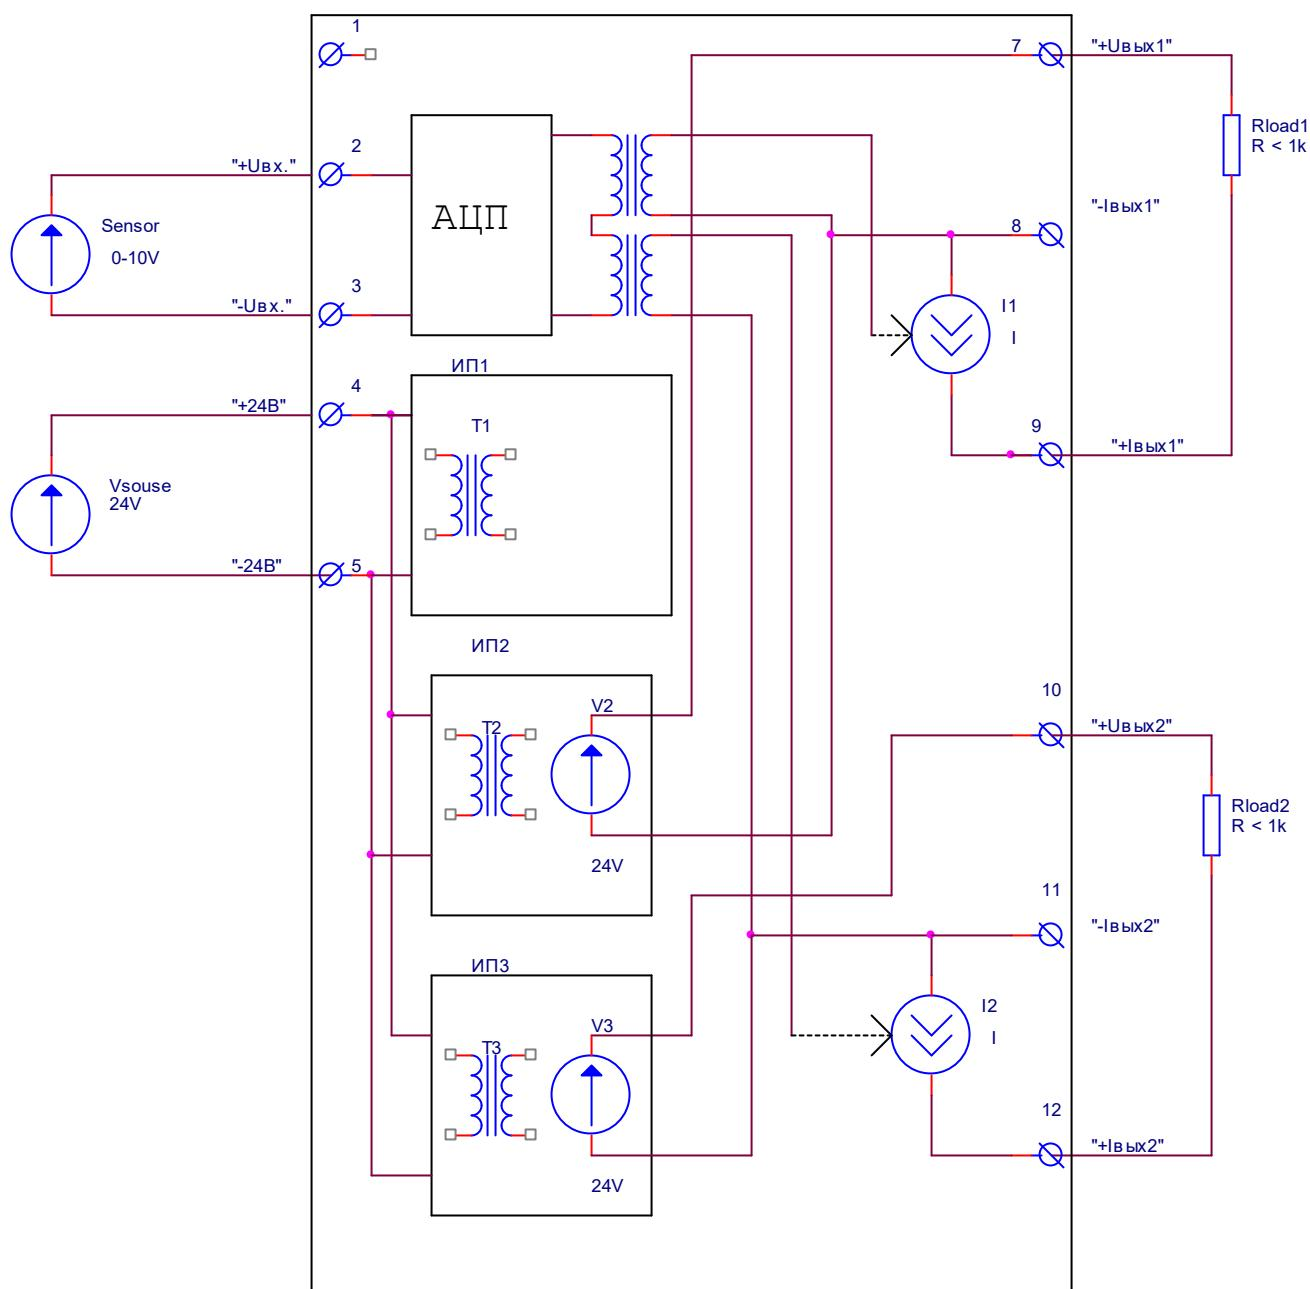
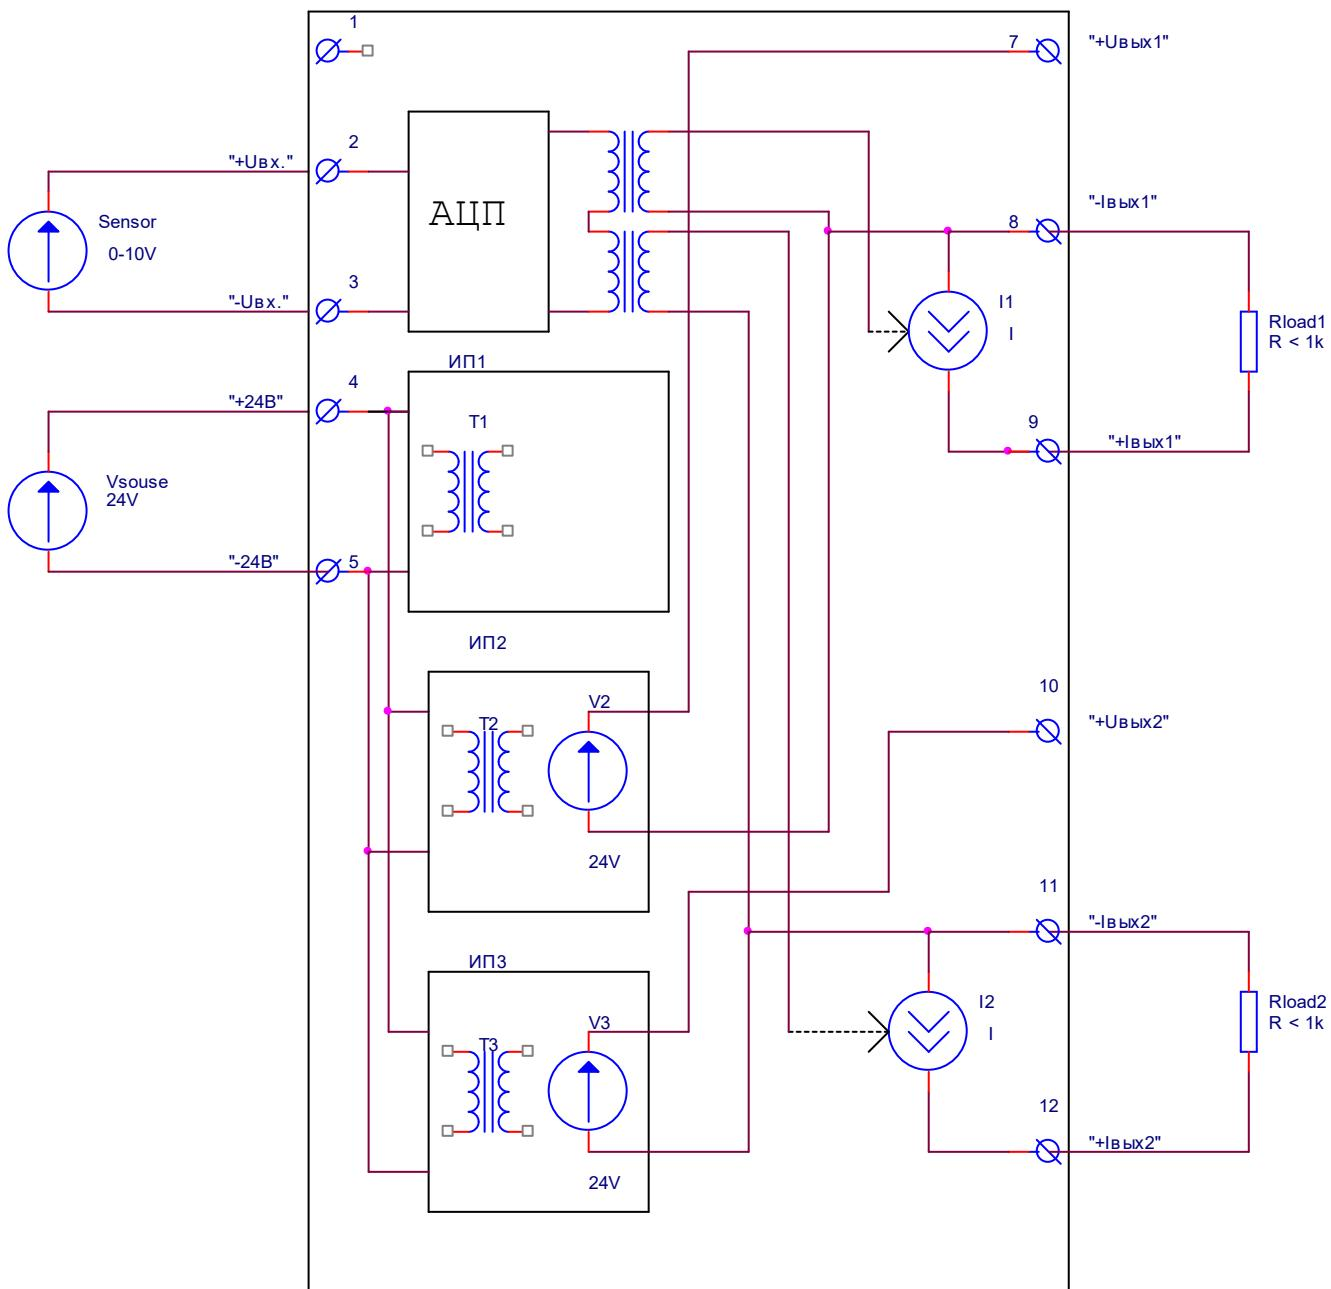

Рис.1 Схема включения ПРС1-2-4 с активными выходами
Рис.2 Схема включения ПРС1-2-4 с пассивными выходами
4.2 Прибор состоит из -измерительной и преобразующей схемы, двух цифровых изолирующих линий передач, выходных токовых каскадов. Наличие трех гальванически изолированных преобразователей напряжения позволило использовать пассивное и активное включение входа и обоих выходов в любой комбинации. Схемы включения прибора приведены на рис.1 и рис.2. Индикация осуществляется светодиодными индикаторами о наличии питания и уровне входного сигнала.